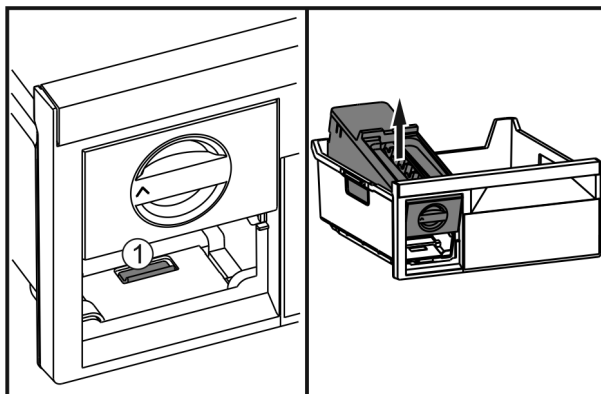

Fig. 48
- ▶ Premere la linguetta Fig. 48 (1), sollevare EasyTwist-Ice da dietro ed estrarlo dal cassetto del congelatore.